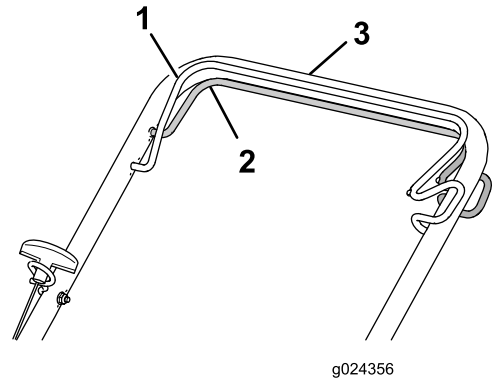

Figura 16
- **Engatar a transmissão autopropulsora:** Pressione a barra da transmissão autopropulsora contra a pega e segure (Figura 16).